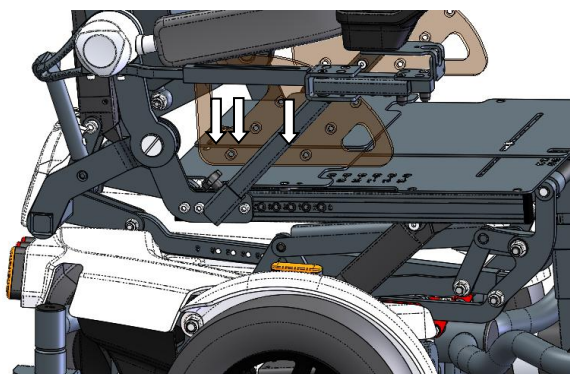

Figure 10 : réglage profondeur d'assise sup.
- Ôtez les trois vis du pivot supérieur d'assise (des deux côtés du fauteuil) (voir figure 10)